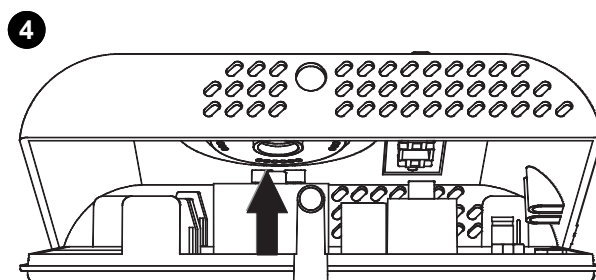

Рис. 5
- 4 Вращайте крышку, прикладывая небольшое усилие, пока она полностью не снимется (Рис. 5).
Таким образом, поле вращения уменьшается, как в дуге, показанной **F** на рис. 5.